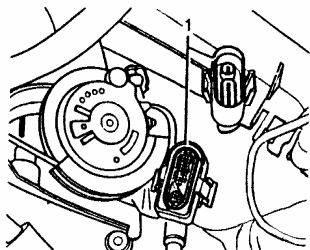

图 3-14 拔下 λ 传感器 G39 的四针插接头
(1) 将三元催化器前连接 λ 传感器 G39 的四针插接头 1（黑色）拔下，如图 3-14 所示。